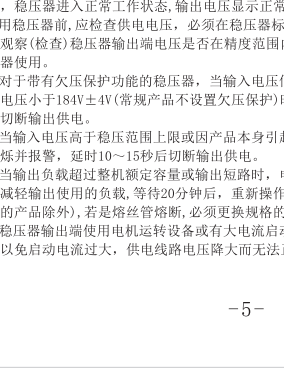

图6: 后板部分:
3.5 TND₂-3000VA~5000VA高精度全自动稳压器后板外形见图6: